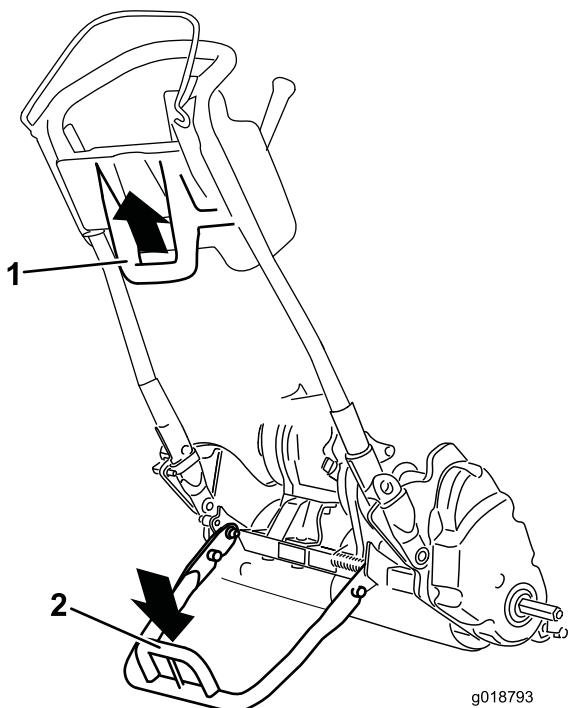

Figura 27
- Per utilizzare il cavalletto per montare le ruote di trasferimento, abbassate il cavalletto a terra e appoggiatevelo sul relativo occhiello mentre tirate verso l'alto e all'indietro la stegola centrale inferiore della macchina (Figura 27).